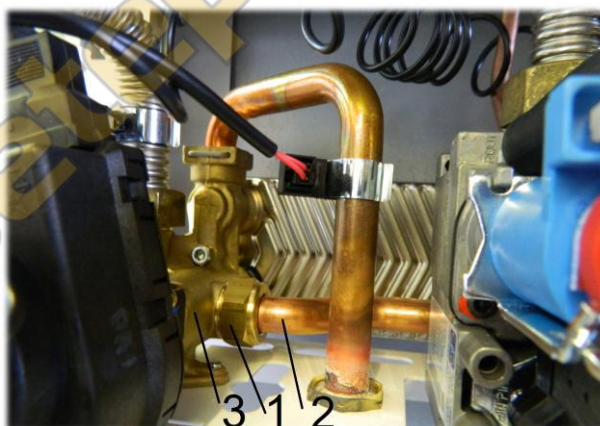

Рис. 28. Демонтаж клапана байпаса
- 4) отвернуть гайку 1 (см. Рис. 28), повернуть трубу 2 и вытащить клапан байпаса из корпуса трёхходового клапана 3;